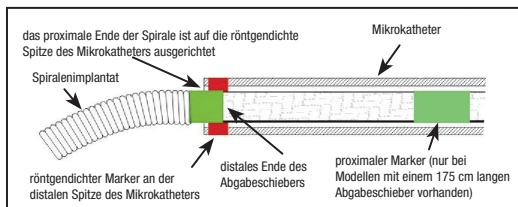

Abbildung 4 – Position der Marker für die Abtrennung
25. Die Spirale an die gewünschte Stelle vorschieben, bis der röntgendichte Marker auf dem Abgabeschleiber ausgerichtet ist oder sich leicht distal zum Mikrokatheter mit röntgendichtem Marker an der distalen Spitze befindet, wobei die Abtrennzone direkt jenseits der Mikrokatheterspitze positioniert wird. Siehe Abbildung 4.